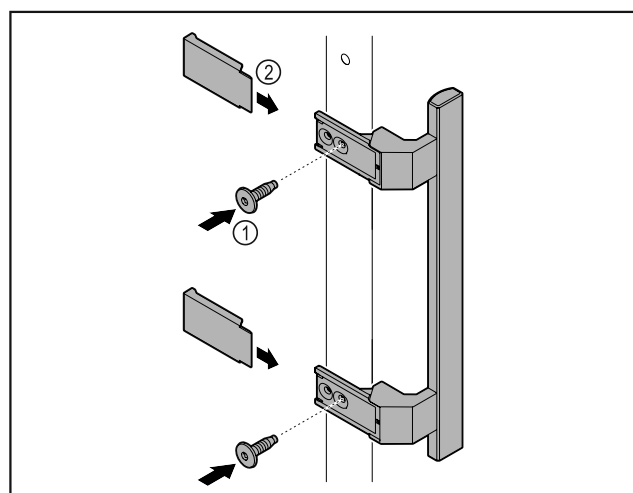

Fig. 3
- ▶ Zamontować uchwyt z dodatkowego opakowania na drzwiach przy użyciu dołączonych śrub Fig. 3 (1).
- ▶ Założyć osłonę Fig. 3 (2).